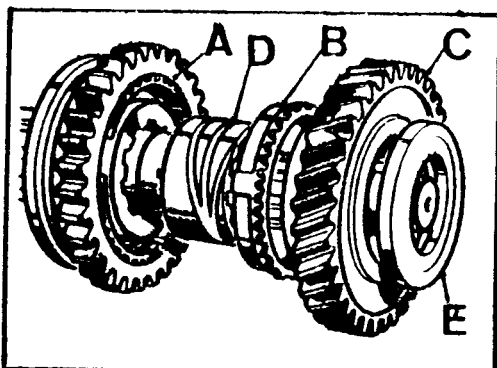

Fig. C-104 Extremo trasero del eje principal
- 3.3.1. Montar en el eje, el sincronizador de primera y segunda, A (Fig. C-104) con la canal de alojamiento de la horquilla hacia el engranaje de segunda y el cono, B.
- 3.3.2. Montar el engranaje de primera, C (Fig. C-104), y el casquillo de -- bronce, D, el cual debe quedar situado con la canal circular de engrase hacia la parte trasera del eje; es decir, de manera que coincida con los dos orificios de engrase que el engranaje de primera lleva en el interior.
- 3.3.3. Situar la arandela de empuje, E (Fig. C-104) con las ranuras de engrase hacia el engranaje de primera velocidad.